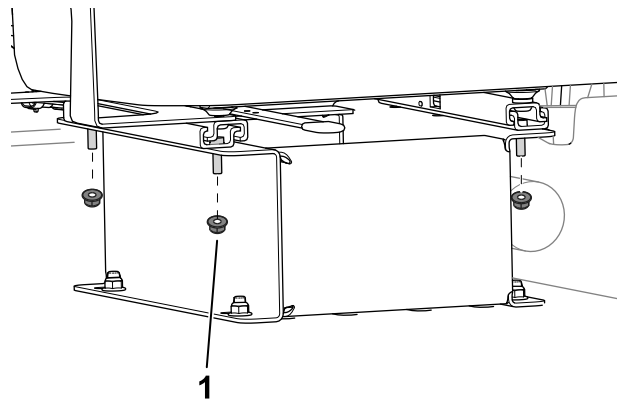

Figura 3
1. Utilize quatro porcas para prender o banco à base do banco (Figura 3).